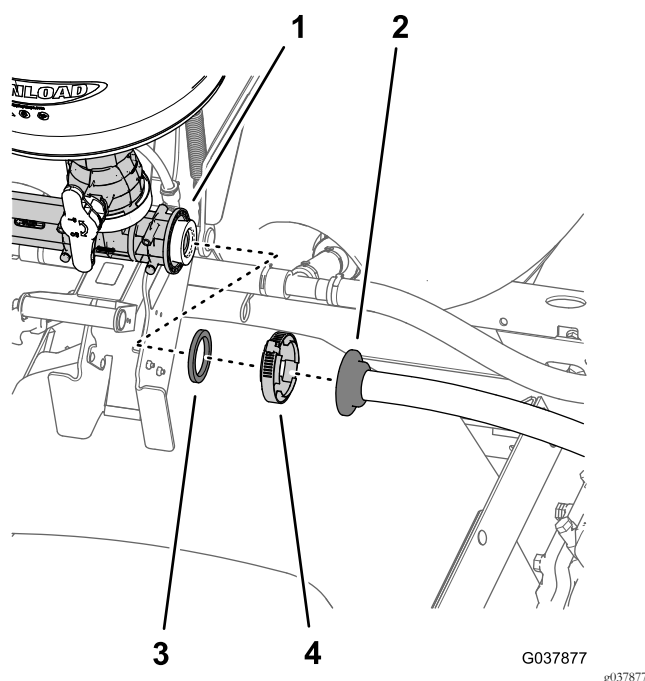

图41
2. 将直通宝塔接头与清洁加药器分开取下垫片 图41。
1. 卸下将清洁加药器供水软管的直通宝塔接头固定至清洁加药器入口法兰的法兰夹具 图41。